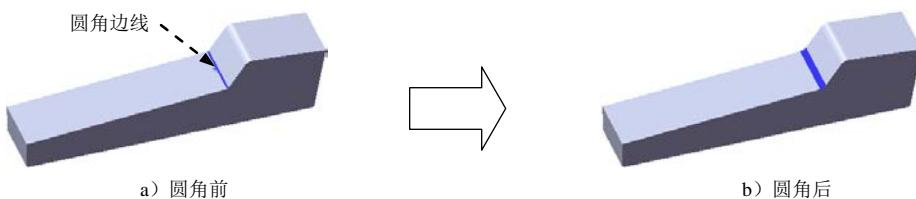

图 16.5.5 圆角 2
Step4. 创建图 16.5.5 所示的圆角 2。
(1) 选择命令。选择下拉菜单 **插入(I)** → **特征(E)** → **圆角(U)...** 命令 (或单击 按钮), 系统弹出“圆角”对话框。
(2) 定义圆角类型。采用系统默认的圆角类型。